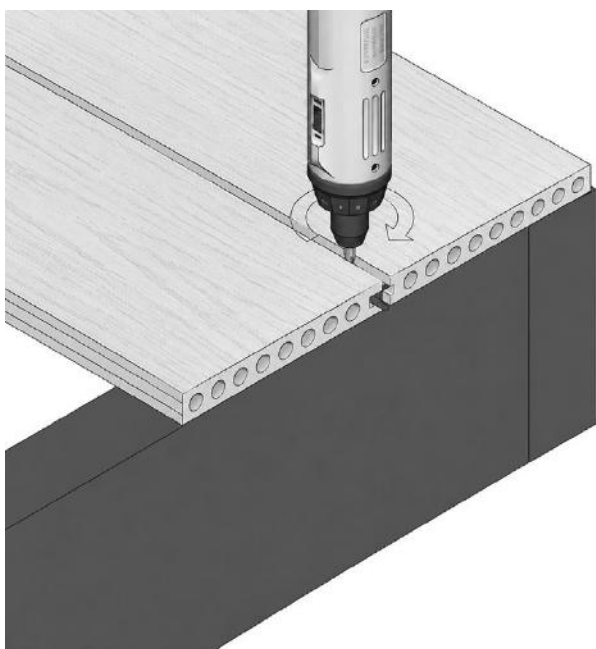

FIG. 6 – VERDECKTE CLIPS BIS ZUM BALKEN FESTGEZOGEN
- 01 Ziehen Sie die verdeckten Clips zwischen den zuletzt montierten Dielen vollständig bis zu den Balken fest (fig. 6). Üben Sie seitlichen Druck auf die Terrassendielen aus, um sicherzustellen, dass die Laschen fest an der Innenseite der Dielennut anliegen.